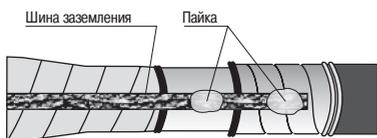

Рисунок 18.
4.35 Закрепить алюминиевую ленту экрана на оболочке кабеля бандажом из 2—3 витков стальной оцинкованной проволоки. Алюминиевую ленту экрана, выступающую за бандаж, удалить. Расстояние, оставшееся от среза брони кабеля до торца ленты экрана, должно составлять по 50 мм (рисунок 18).